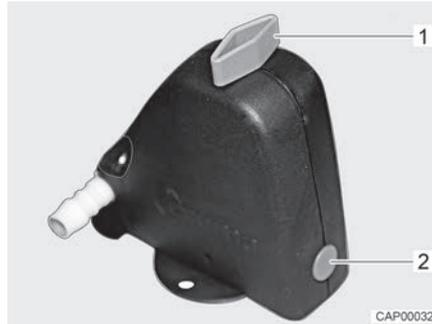
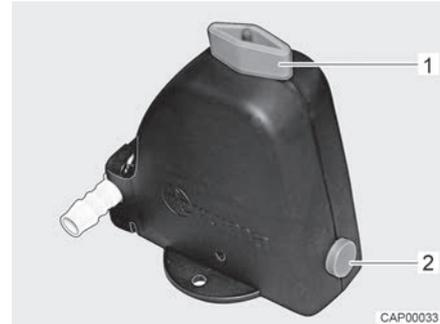

Bild 114 Sicherheits-/Ablassventil geschlossen
Bild 115 Sicherheits-/Ablassventil geöffnet
- Sicherheits-/Ablassventil (Bild 114) öffnen. Dazu Drehknopf (Bild 114,1) längs zum Sicherheits-/Ablassventil drehen. Der Druckknopf (Bild 114,2) springt heraus. Das geöffnete Sicherheits-/Ablassventil ist in Bild 115 dargestellt.